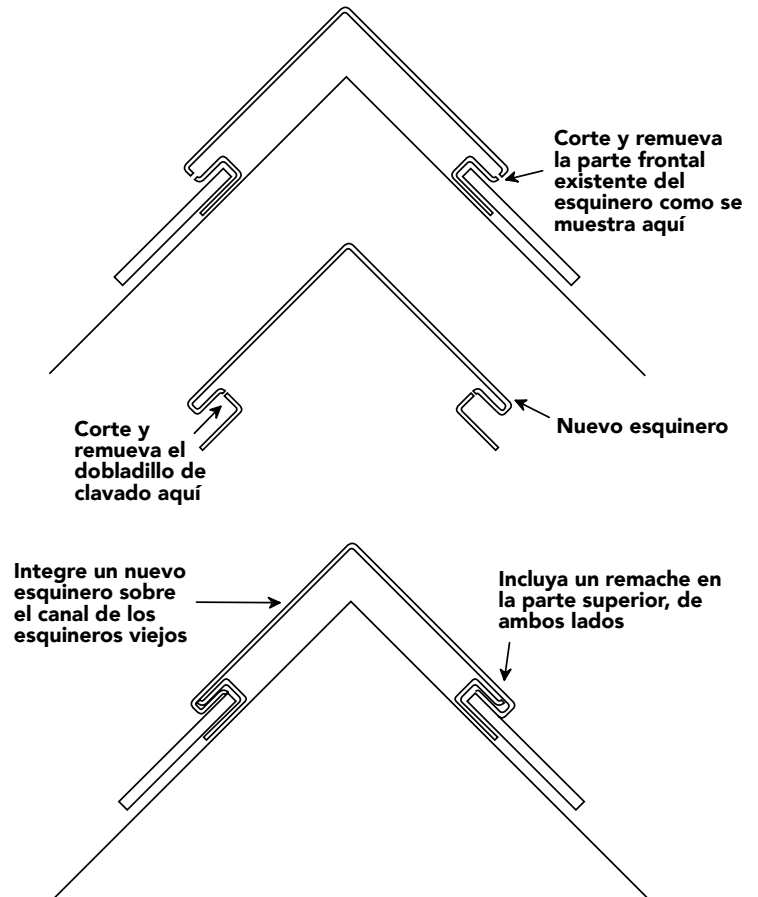

Figura 78
- Quite el dobladillo de clavado de la esquina sustituida (Figura 78).